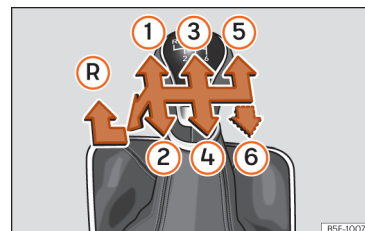

Abb. 258 Schaltschema bei einem 5-Gang bzw. 6-Gang Schaltgetriebe
Auf dem Schalthebel sind die Positionen der einzelnen Fahrgänge dargestellt » **Abb. 258**.
- Schalthebel auf Leerlauf stellen und nach unten drücken, ganz nach links und dann nach vorne schieben, um den Rückwärtsgang » Abb. 258 ❶ einzulegen.